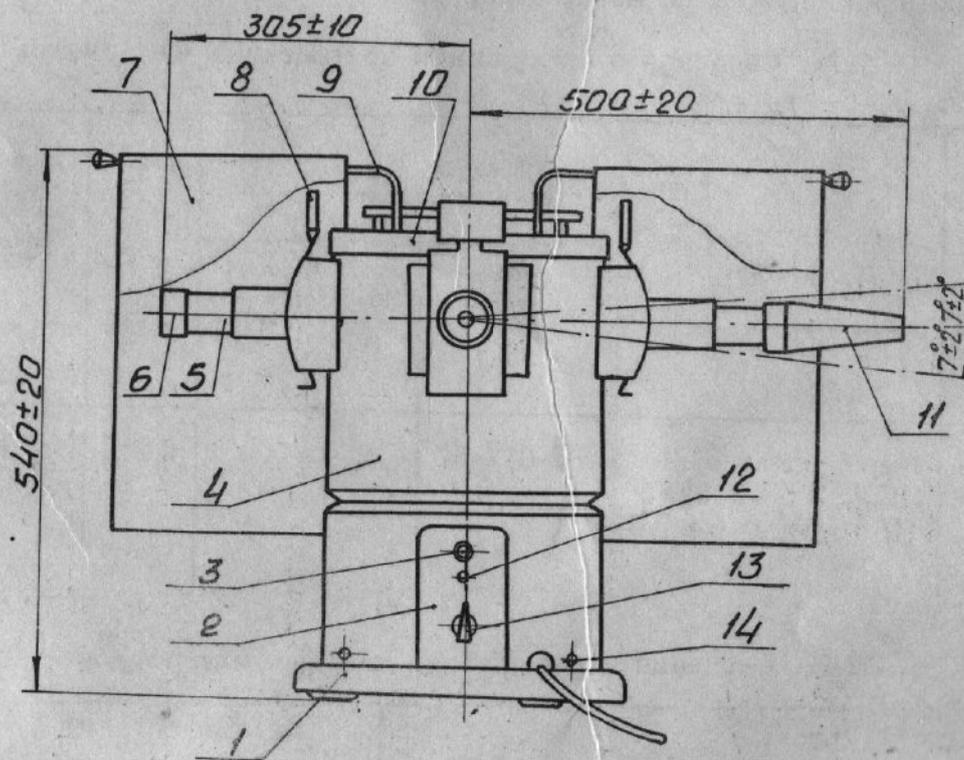

Рис. 1. Общий вид облучателя УГН1
4.1.1. Облучатель (рис. 1) состоит из трех основных узлов: основания 1, кожуха 4 и крышки 10.
5.3. Во избежание ожогов при процедурах необходимо следить, чтобы переходник 5 (см. рис. 1) находился в крайнем выдвинутом положении.
7.3. Колпачки 6 (см. рис. 1) замените соответствующими тубусами и приступите к процедуре.
9.1. При замене сигнальной лампы отверните колпачок 3 (см. рис. 1), выверните лампу из патрона и замените ее.
снимите крышку 10 (см. рис. 1);
отверните винты 14 в нижней части кожуха 4 (см. рис. 1)